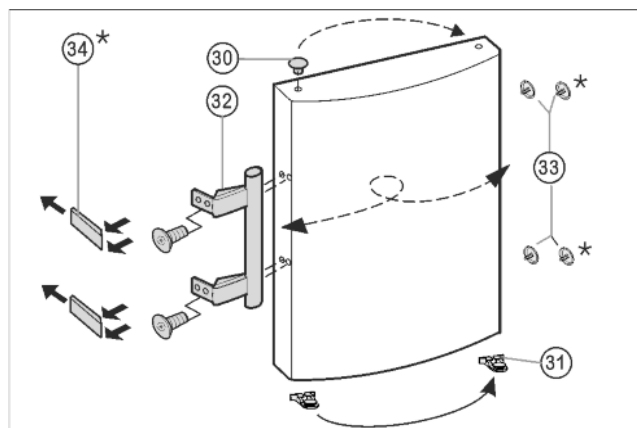

Fig. 8
- ▶ Zátky Fig. 8 (33) vyjměte z pouzdra ložisek dveří a přemístěte je.
- ▶ Madlo dveří Fig. 8 (32), zátky Fig. 8 (33) a krycí destičky* Fig. 8 (34) odmontujte a přemontujte na protější stranu.